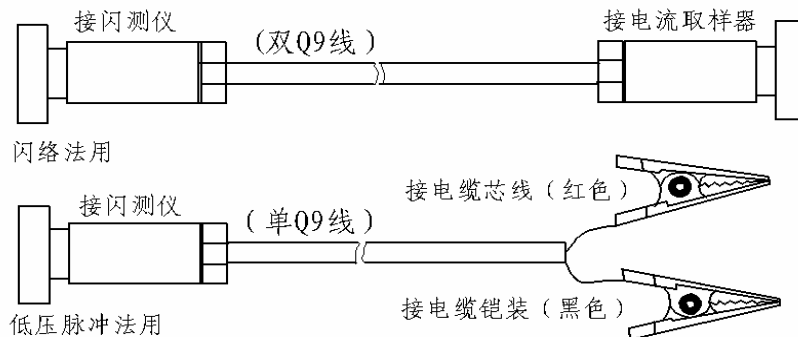

图 2.7 连接电缆示意图
3. 连接电缆：闪测仪配套连接电缆两条，分别为闪络测试时使用和低压脉冲测试时试用。如图 2.7 所示：